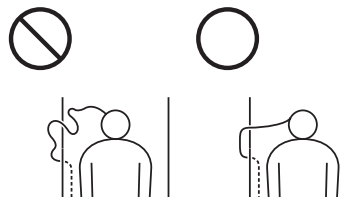

図5 部屋をまたがるリード線の引き回し例 (MRI室から脳波測定室へ)
- MRI画像にノイズが混入する場合は、MRI室に入る直前または入った直後に、リード線に付属品のフェライトコアを取り付けると、効果がある場合があります。(図5,6 参照)